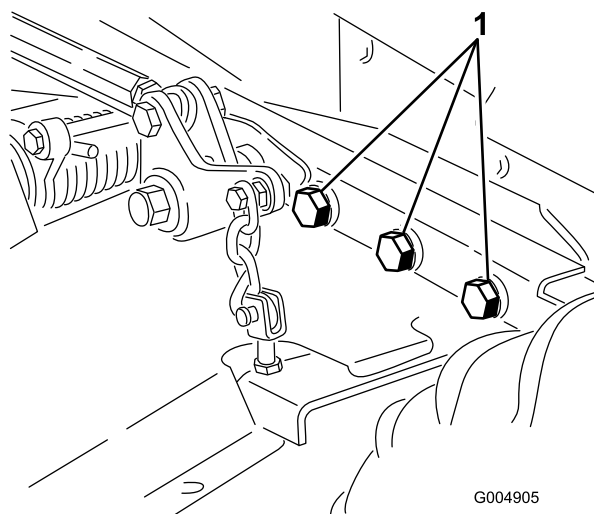

Figure 79
4. Vérifiez le serrage de toutes les fixations et resserrez-les au besoin. Serrez tout particulièrement les 6 boulons qui fixent le châssis du tablier de coupe au groupe de déplacement (Figure 79) à 359 Nm (265 pi-lb).